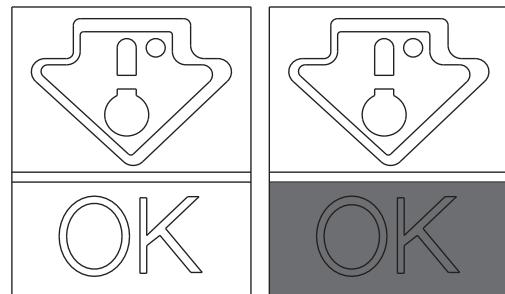

Fig. 5
- Pour conserver la saveur, la qualité et la fraîcheur des aliments, il est conseillé de stocker vos aliments dans le compartiment du réfrigérateur comme indiqué sur la Fig. 5 ci-dessous, en s'assurant de les envelopper dans des feuilles d'aluminium ou du film plastique ou dans des récipients correctement fermés, afin d'éviter toute contamination croisée.
Vérifier ce point sur le voyant de la température, le mot OK apparaît clairement (Fig. 5). Si ce mot n'apparaît pas, cela signifie que la température est trop élevée : régler la température à un niveau plus froid et attendre environ 10 heures. Vérifier à nouveau le voyant : si nécessaire, procéder à un nouveau réglage.